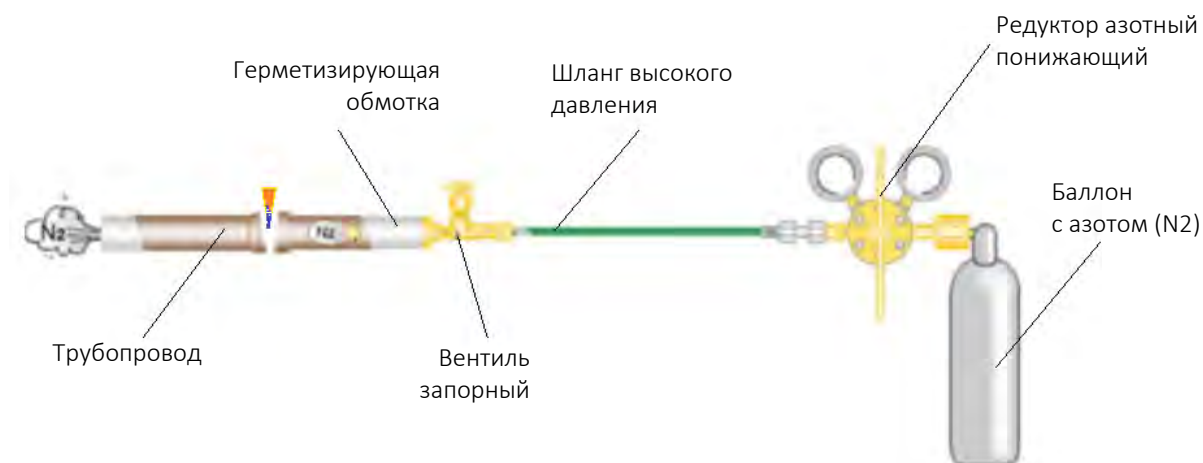

Рис.2.17
- Баллон с сухим азотом подключается к фреоновой магистрали через понижающий редуктор (рис.2.17).